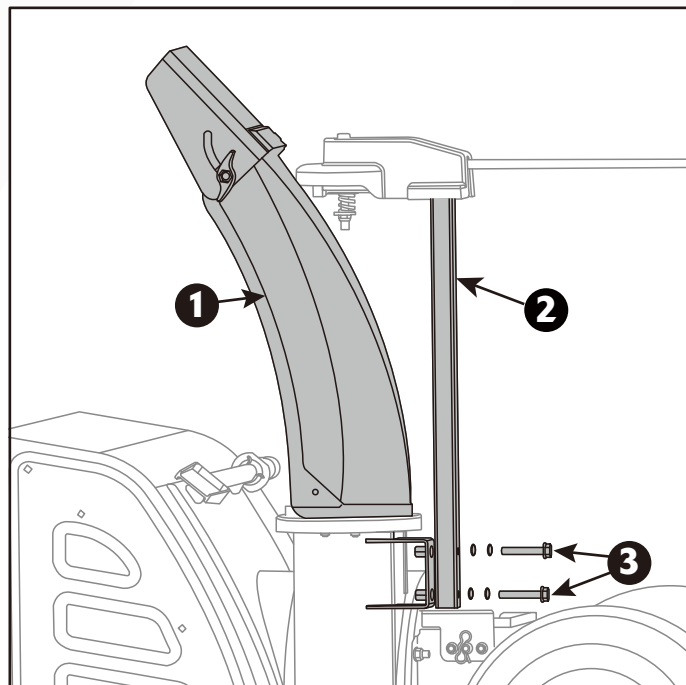

Figura 5A
1. Coloque el conducto de descarga de nieve en la base del cuerpo de la unidad. (Figura 5A)
2. Alinee el soporte de descarga de nieve con el conducto de descarga de nieve en el cuerpo principal. (Figura 5A)
3. Fije el soporte de descarga de nieve al cuerpo principal con dos pernos y arandelas. (Figura 5A)